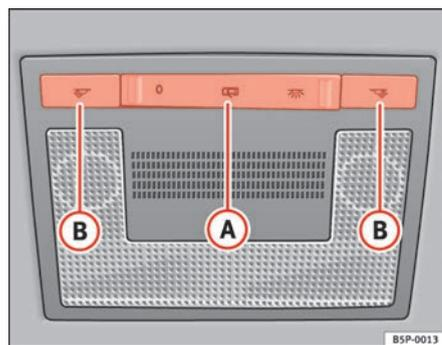

Fig. 78 Rivestimento interno del tetto: illuminazione anteriore dell'abitacolo
Con l'interruttore (A) ⇒ fig. 78 si possono selezionare tre diverse modalità:
Premere il pulsante fino alla posizione O ⇒ fig. 78.